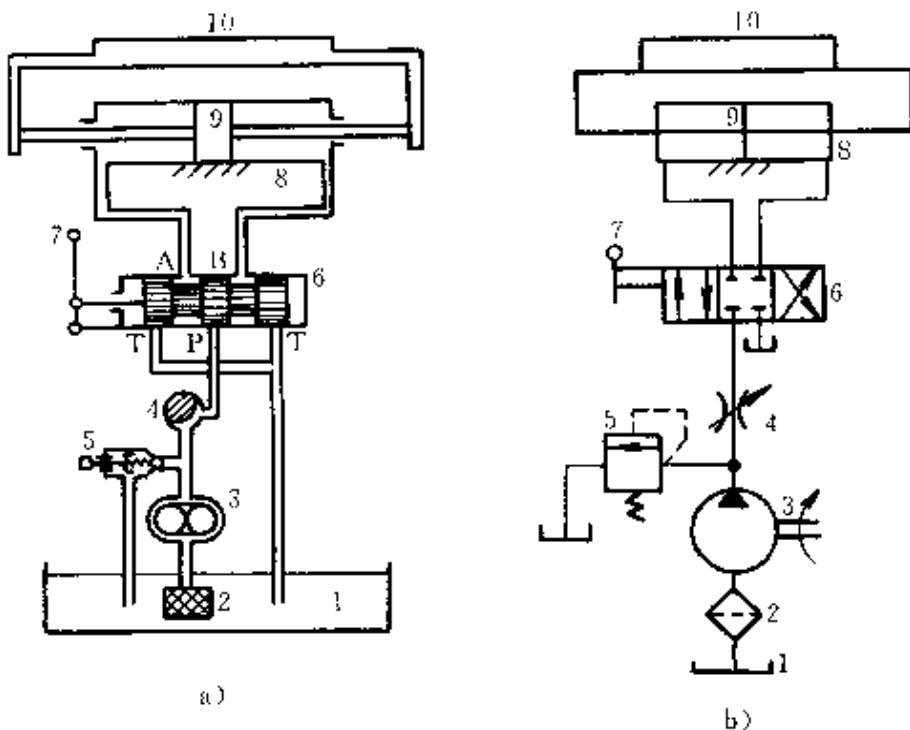

图 1-1 液压传动原理图
答：（1）液压传动原理图 由代表各种液压元件、辅件及连接形式的图形符号组成，用以表示一个液压系统工作原理的简图，称为液压传动原理图。图 1-1 所示的磨床工作台液压传动原理图，即是一例。
1) 动力装置 它供给液压系统压力油，将电动机输出的机械能转换为油液的压力能，从而推动整个液压系统工作。如图 1-1 中液压泵 3 就是动力装置，将油液从油箱 1 中吸入，再输送给系统。
2) 执行元件 它包括液压缸和液压马达，用以将液体的压力能转换为机械能，以驱动工作部件运动。图 1-1 中 8 是液压缸，在压力油的推动下，带动磨床工作台做直线运动。
3) 控制调节装置 包括各种阀类，如压力阀、流量阀和方向阀等，用来控制液压系统的液体压力、流量（流速）和液流的方向，以保证执行元件完成预期的工作运动。图 1-1 中 5 是溢流阀，用来控制系统的压力；4 是节流阀，用来调节进入液压缸的流量，从而控制工作台的运动速度；6 是换向阀，用来改变压力油的通路，使液压缸换向，实现工作台的往复运动。